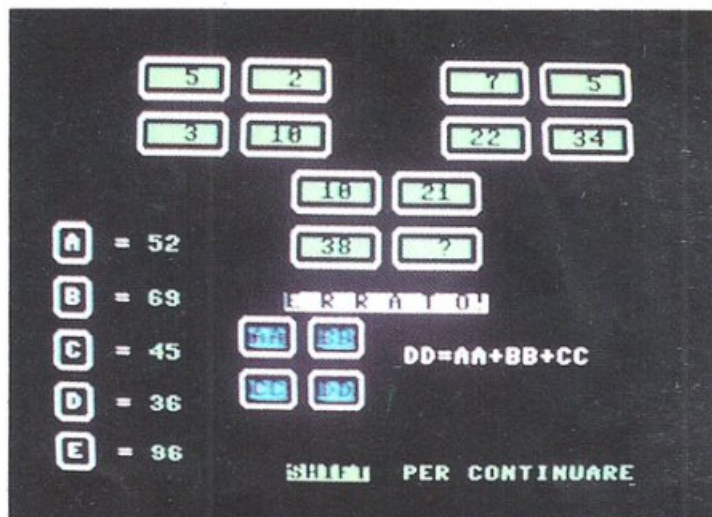

Figura 3.
• **Quarto gruppo.** Dodici caselle, che formano tre quadrati. I quattro numeri di ogni quadrato sono legati da un'identica relazione, naturalmente da scoprire. Nell'esempio di figura 3 l'ultimo numero di ogni quadrato è la somma dei primi tre. La risposta esatta è dunque 69.